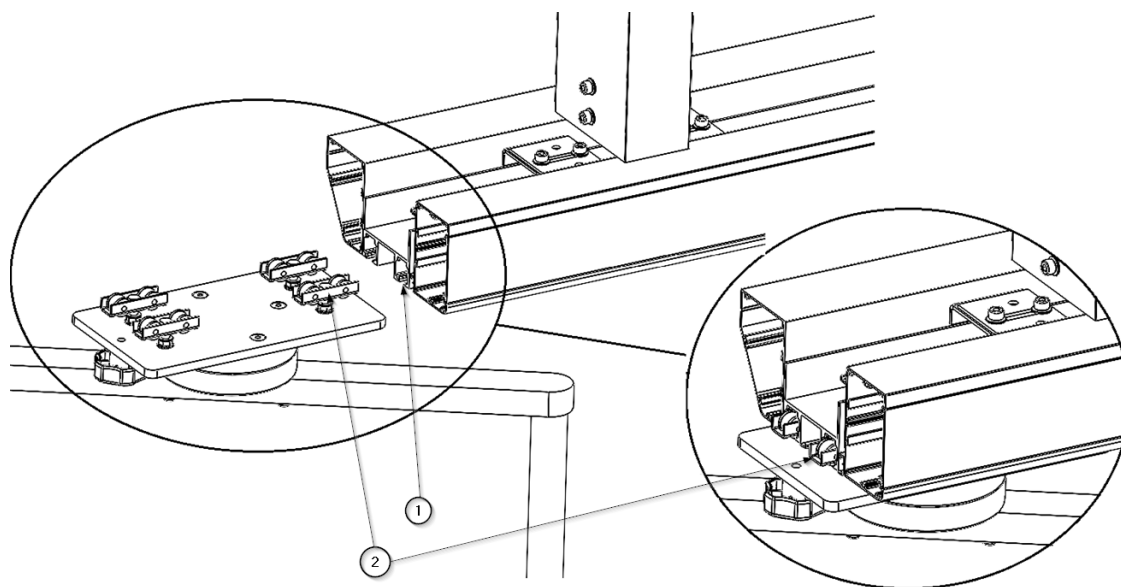

Fig. 12 Assemblage du chariot
- Insérer le chariot avec les roulements ② dans le guide au centre du corps principal ① comme indiqué dans la figure 12.
Le raccordement électrique s'effectue toujours dans la zone de raccordement illustrée à la figure 12. Celle-ci est située sur le corps principal, à côté de l'un des tuyaux de descente. Tous les tuyaux électriques sont numérotés pour identifier le circuit auquel ils appartiennent. La couleur du câble indique s'il s'agit d'un connecteur de terre, d'un neutre ou d'une phase.